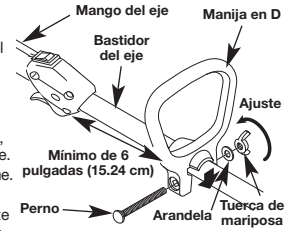

Fig. 1
1. Presione la manija en D hacia abajo sobre el eje de vivienda a fin de que el perno cuadrado agujero en el mango esté a la derecha (Fig. 1).